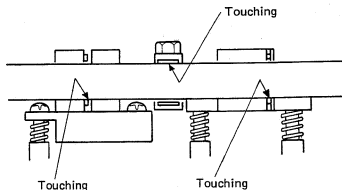

Fig. 4-8
21. Run the mirror tape, TEAC MTT-902, and check that the tape is running as shown in Fig. 4-8, that is, touching (but without causing curling) the tape guide lower flange of both the erase and record/reproduce heads and the upper flange of the tape guide pin.
21). ミラー・テープ TEAC MTT-902を走行させ、図4-8の様にテープが消去ヘッド及び録・再ヘッドのテープ・ガイド下側、テープ・ガイド上側に当り、かつテープのカールが無いことをストップ、ブレイを繰返し確認する。